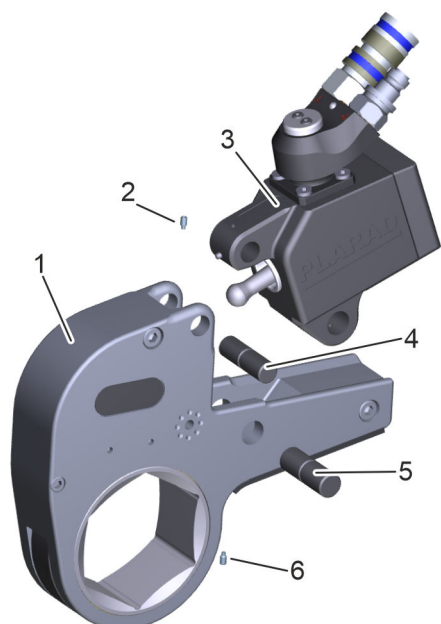

Bild 10: Ansluta HSX och SX
Lägg in SX (Bild 10/3) i HSX (Bild 10/1). Hålen för stiften (Bild 10/4 och 5) måste överensstämja.
- 7. Skjut in båda stiften (Bild 10/4 och 5) tills de hakar fast.
- 8. Säkra stiften (Bild 10/4 och 5) med gängstiften (Bild 10/2 och 6).